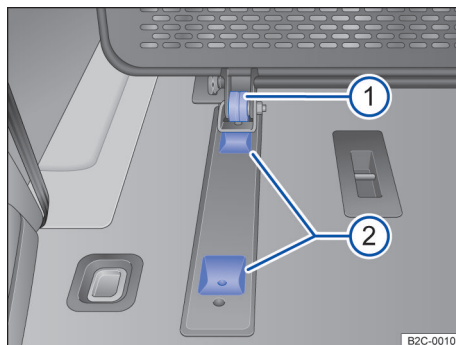

Fig. 154 În portbagaj: punct de ancorare inferior.
2. Împingeți peretele despărțitor reglabil în partea de jos cu rola → fig. 154 ① în adâncitura din spatele elementului de ancorare ②.
2. Împingeți peretele despărțitor reglabil de jos, cu rola → fig. 154 ① în adâncitura din față a elementului de ancorare → fig. 154 ②.